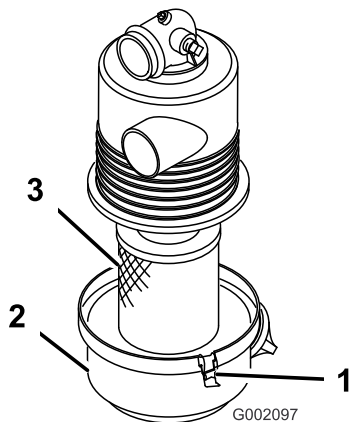

Bild 24
2. Prüfen Sie den Luftfilter auf Beschädigungen, die eventuell zu einem Luftleck führen können. Stellen Sie sicher, dass die Abdeckung den gesamten Luftfilterkörper einwandfrei abdichtet (Bild 24).
3. Lösen Sie die Riegel, mit denen die Abdeckung des Luftfilters am Luftfiltergehäuse befestigt ist (Bild 24).
4. Nehmen Sie die Luftfilterabdeckung vom Luftfiltergehäuse ab und reinigen Sie die Innenseite der Abdeckung (Bild 24).